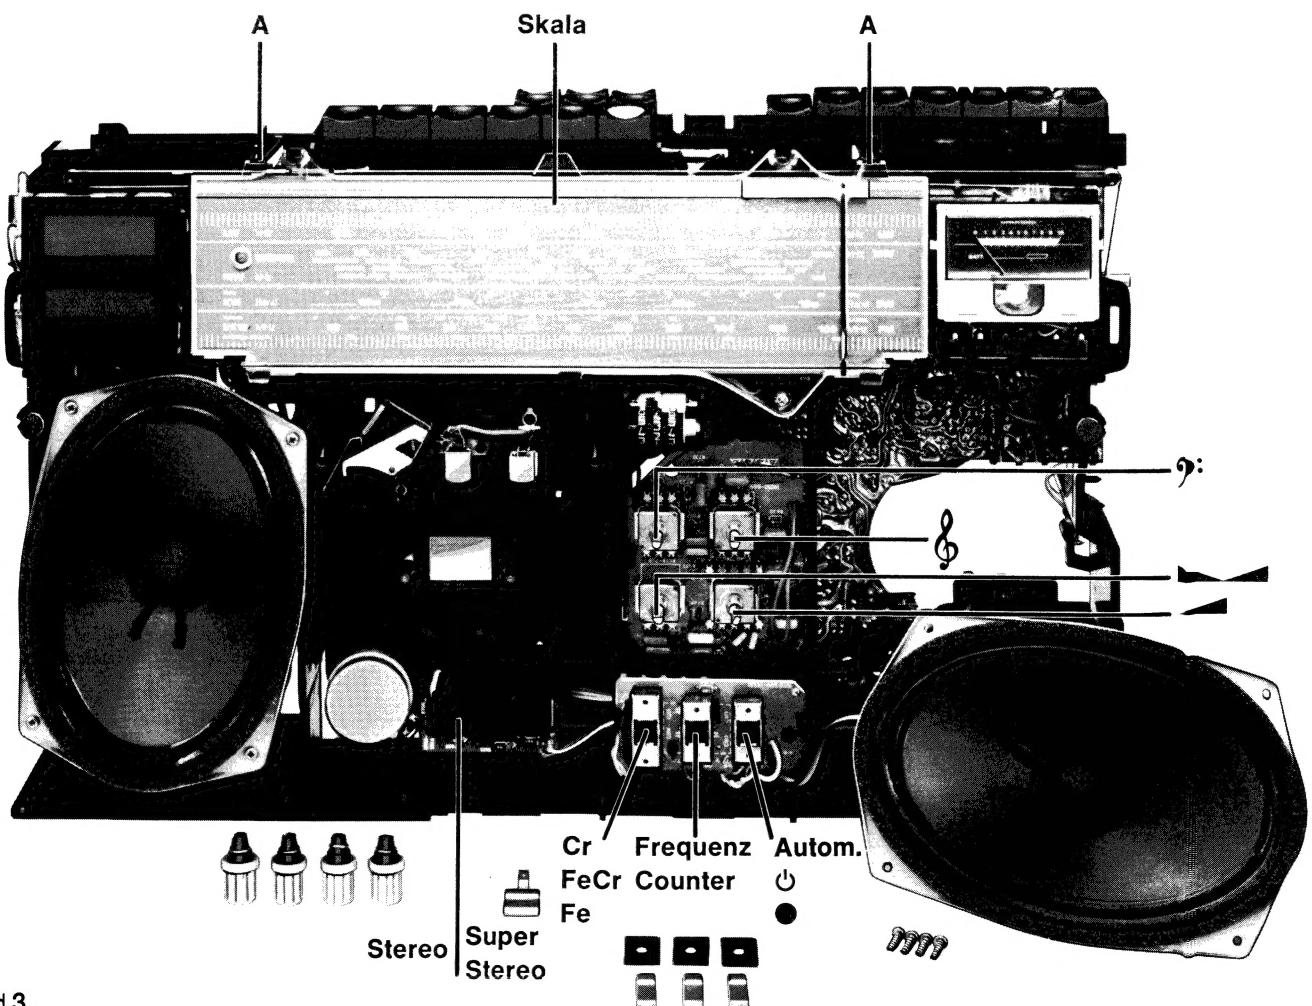

Bild 3
- Sämtliche Knöpfe, einschließlich der Kipphebel und den Senderwahlknopf abziehen [Bild 3].